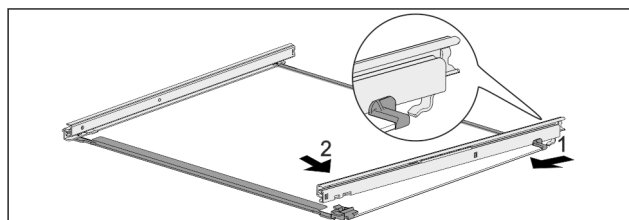

Fig. 59 Placa de cristal con rieles
- ▶ Enganche el riel en la parte posterior. Fig. 59 (1)
- ▶ Enganche el riel en la parte delantera. Fig. 59 (2)